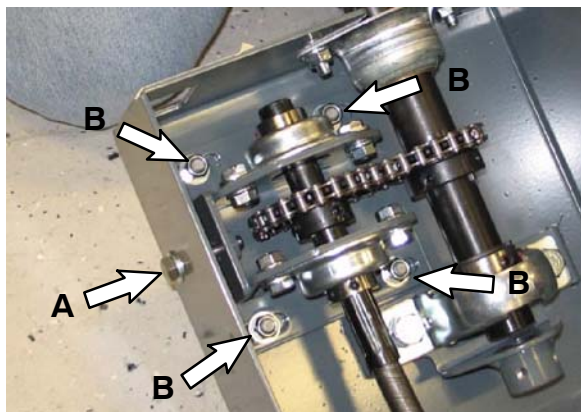

FIG. 35
- Máquinas con nuevo diseño:** apriete los tornillos de tensión de dirección (A) y, a continuación, apriete los tornillos (B) (24 Nm / 18,5 pies lbf) para fijar la placa de soporte al canal de dirección. (Fig. 35)